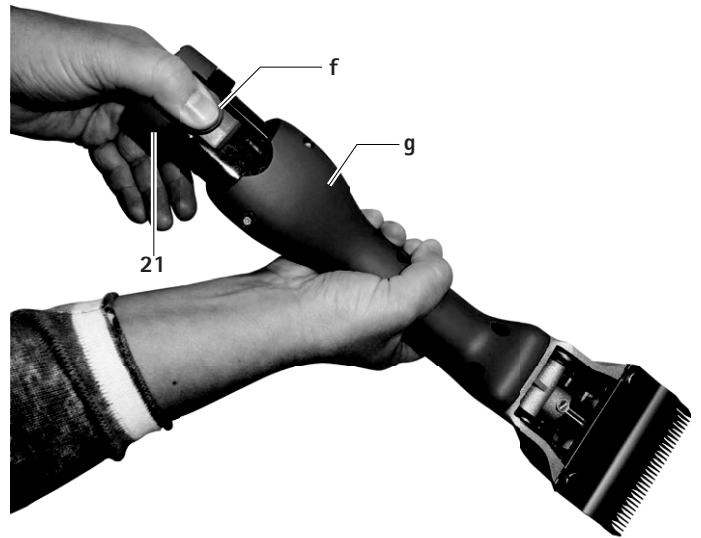

Abb. 1
- ▶ Akku-Schermaschine g mit dem Scherkopf nach unten halten, damit der Li-Ionen-Akku 21 beim Lösen nicht herunterfällt, siehe Abb. 1.